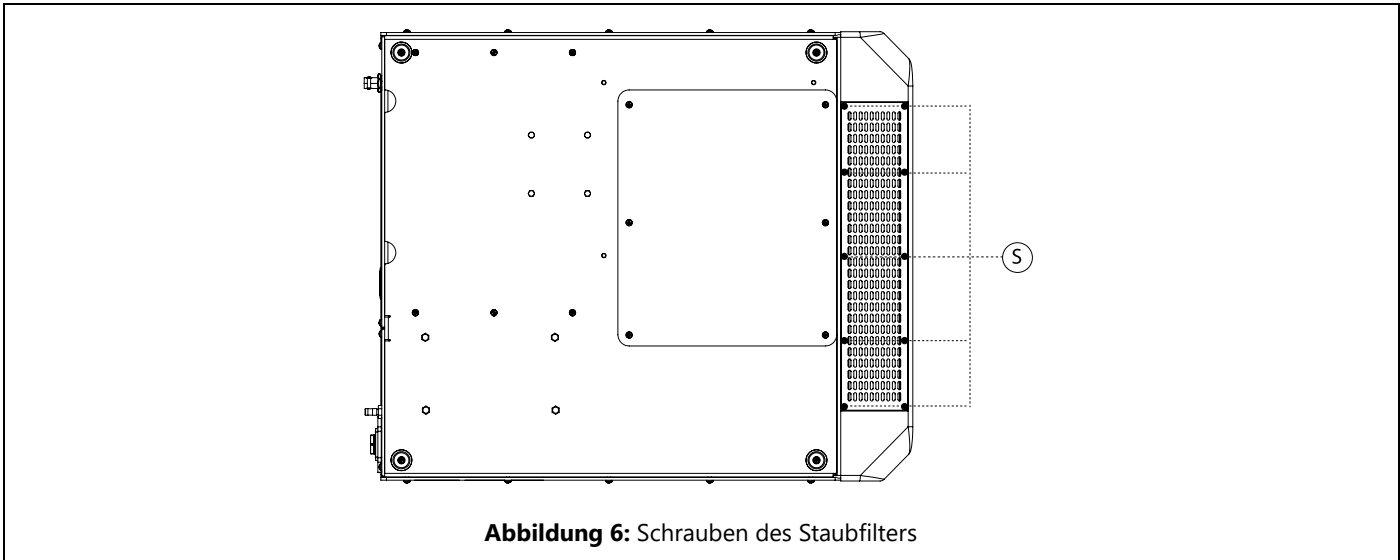

Abbildung 6: Schrauben des Staubfilters
4. Entfernen Sie den Staubfilterträger, indem Sie die Schrauben S lösen (Abbildung 6). Wiederholen Sie diesen Vorgang für alle Modulstaubfilter;
7. Setzen Sie den Staubfilter wieder in die Filterhalterung ein, indem Sie die Schrauben S anziehen (Abbildung 6). Wiederholen Sie diesen Vorgang für alle Modulstaubfilter.